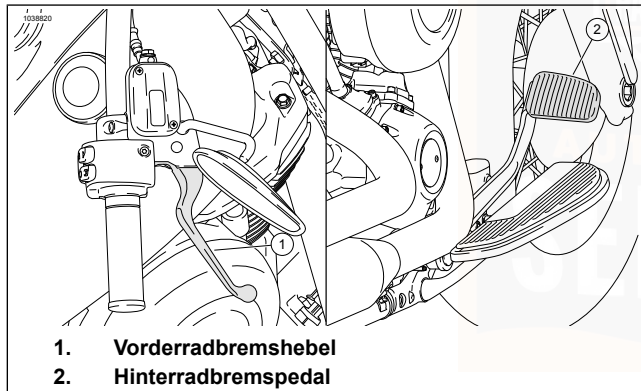

Abbildung 37. Bedienungselemente für Bremsen
Siehe Abbildung 37. Mit dem Vorderradbremshebel (1) wird die Vorderradbremse betätigt. Der Bremshebel befindet sich auf der rechten Lenkerseite. Den Handhebel mit den Fingern der rechten Hand betätigen.
Siehe Abbildung 37. Mit dem Hinterradbremspedal (2) wird die Hinterradbremse betätigt. Das Bremspedal befindet sich auf der rechten Seite. Das Hinterradbremspedal mit dem rechten Fuß betätigen.